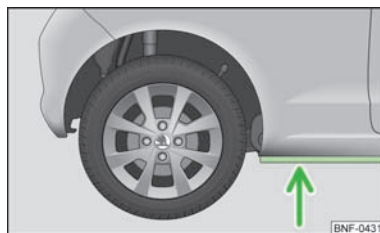

Fig. 93
- Inden du kører gennem vand, skal du finde ud af, hvor dybt det er. Vandstanden må maksimalt nå op til kanten af dørpanelet » Fig. 93.